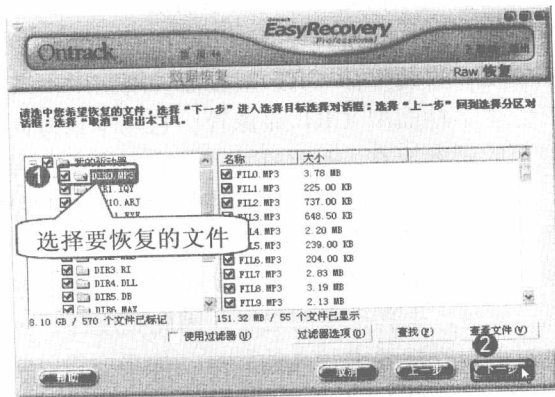

图 11-38 单击“下一步”按钮
步骤⑤ 在弹出的对话框中选择要恢复的文件，然后单击“下一步”按钮，如图 11-38 所示。